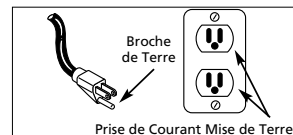

Figure 1 - Méthode de mise à la terre
- Ce produit est conçu pour l'utilisation d'un circuit de 120 volts et a une fiche de mise à la terre comme celle indiquée sur la Fig. 1. Assurer que le modèle est branché à une prise de courant qui a la même configuration que la fiche. Ce